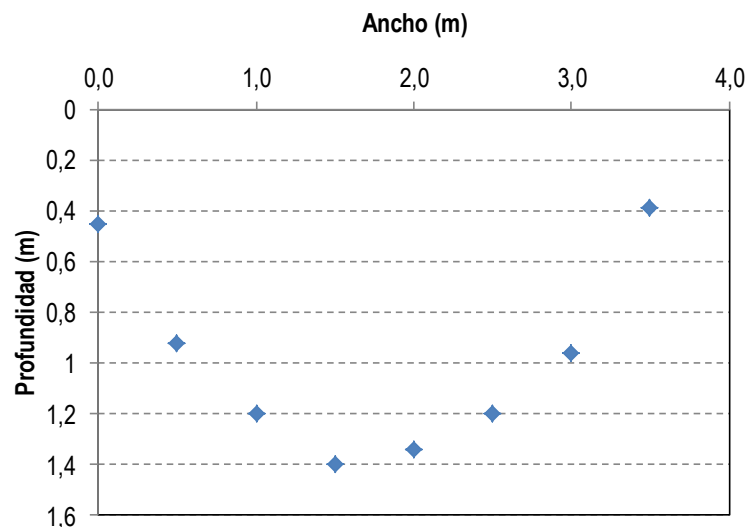

Figura 1. Sección transversal de la quebrada Bolillos 1
5.4.1 Se pasan a una hoja de Excel los datos de las profundidades de la sección transversal de la quebrada o el río. Ver figura 1.